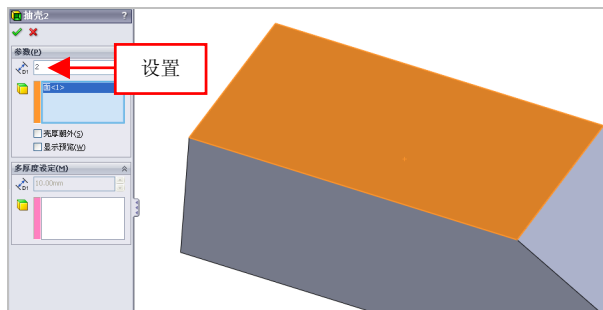

图 5-49 设置参数值
(3) 弹出【抽壳 2】属性管理器，选择左上方表面对象，设置【厚度】为 2，如图 5-49 所示。